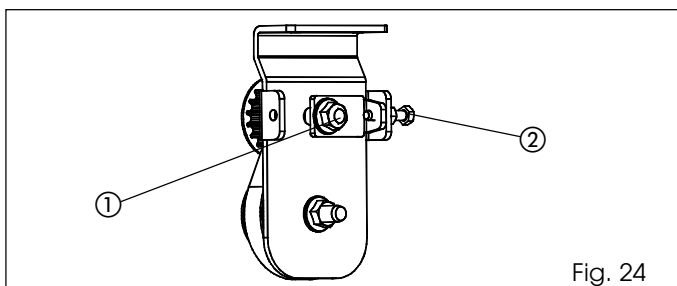

Fig. 24
- Desserrer l'écrou (fig. 24 réf. ①).
- Visser le boulon de la fig. 24 réf. ② pour tendre la courroie ou le dévisser pour la desserrer.
- Une fois la tension réglée, serrer l'écrou (fig. 24 réf. ①).